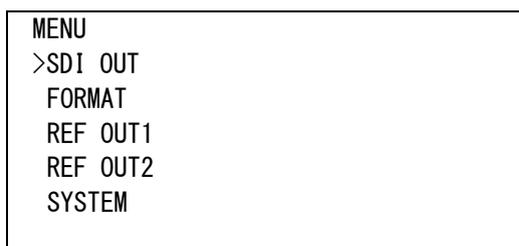

図4-94 オンスクリーンメニュー(4K-QL メインメニュー)
- 2) 再度メインメニュー(図 4-94 のような設定メニューが表示されます。)からツマミを回して「SDI OUT[SDI]」、「FORMAT[FMT]」、「REF OUT1[REF1]」、「REF OUT2[REF2]」、「SYSTEM[SYS]」を選択し、**ENTER** ボタンを押して設定項目メニュー階層下の項目内容メニューに入ります。
(67) 4K-QL SDI OUT